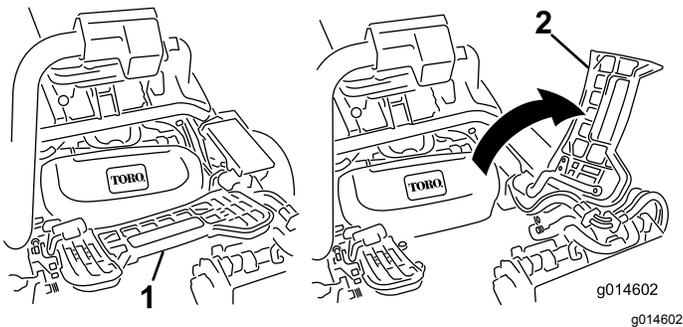

Figure 42
1. Relevez le repose-pieds pour accéder à la position de l'unité de coupe centrale (Figure 42).